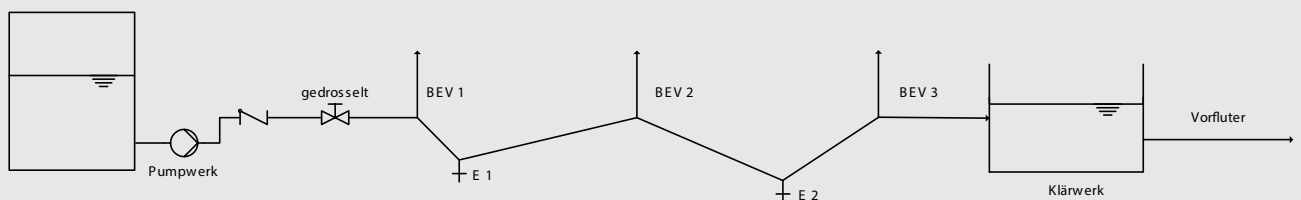

Bild 1: Schema einer Abwasserdruckleitung mit BEV und E zwischen Pump- und Klärwerk
Abwasserdruckleitungen sind Teil eines Abwasserdrucksystems. Sie können Abwasser über große Strecken transportieren und passen sich dem Geländeverlauf gut an. Abwasserdrucksysteme bestehen aus der Fördereinrichtung (Pumpwerk, normalerweise mit Kreiselpumpen), der Abwasserdruckleitung und dem Auslaufbauwerk (Kläranlage, Schacht eines Freispiegelkanals oder Pumpwerk einer weiteren Abwasserdruckleitung). Entsprechend dem Geländeverlauf befinden sich an Hochpunkten Be- und Entlüftungsventile (BEV) sowie an Tiefpunkten Entleerungen (E). **Bild 1** zeigt schematisch den typischen Verlauf einer Abwasserdruckleitung zwischen einem Pumpwerk und einem Klärwerk.
In neu zu bauenden Abwasserdruckleitungen sind Einrichtungen zum Reinigen vorzusehen. Darauf weist das neue Arbeitsblatt DWA-A 113 [1] hin. Einrichtungen zum Reinigen der Abwasserdruckleitungen sind je nach Reinigungsverfahren unterschiedlich. Beim Impulsspülverfahren können die BEV an den Hochpunkten der Abwasserdruckleitung dem Einspeisen der Druckluft dienen. Somit unterteilen die BEV die Abwasserdruckleitung in klar definierte Reinigungsabschnitte (Bild 1).